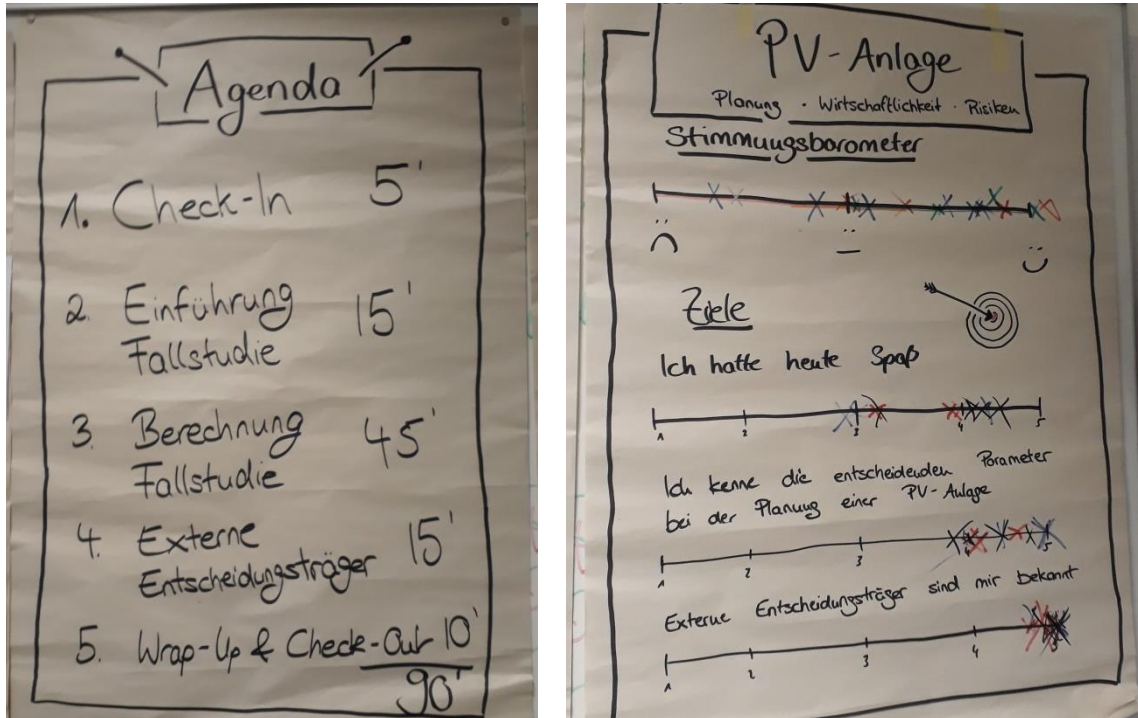

Abb. 1: Beispiele für Flipcharts mit Agenda, KPIs und Stimmungscheck
- ☸ Durchführung I: Die Stimmung aller Teilnehmer wird im Vorfeld abgefragt. Dies geschieht über einen sogenannten Stimmungscheck, auf dem jeder Teilnehmer ein Kreuz setzt (siehe Abb. 1). So kann die Lehrkraft einschätzen, mit welchen Rahmenbedingungen gestartet wird. Beispiele sind: